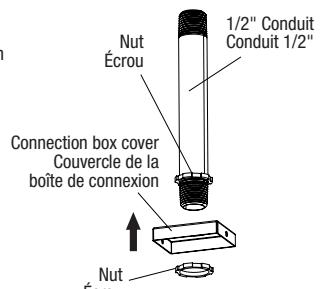

Fig. 7d
4. Visser le premier écrou sur le conduit de 1/2" (non fourni) et faire passer le couvercle de la boîte de connexion par le côté inférieur du conduit. Fixer le couvercle de la boîte de connexion sur le conduit en visant le deuxième écrou comme indiqué sur la Fig. 7d.